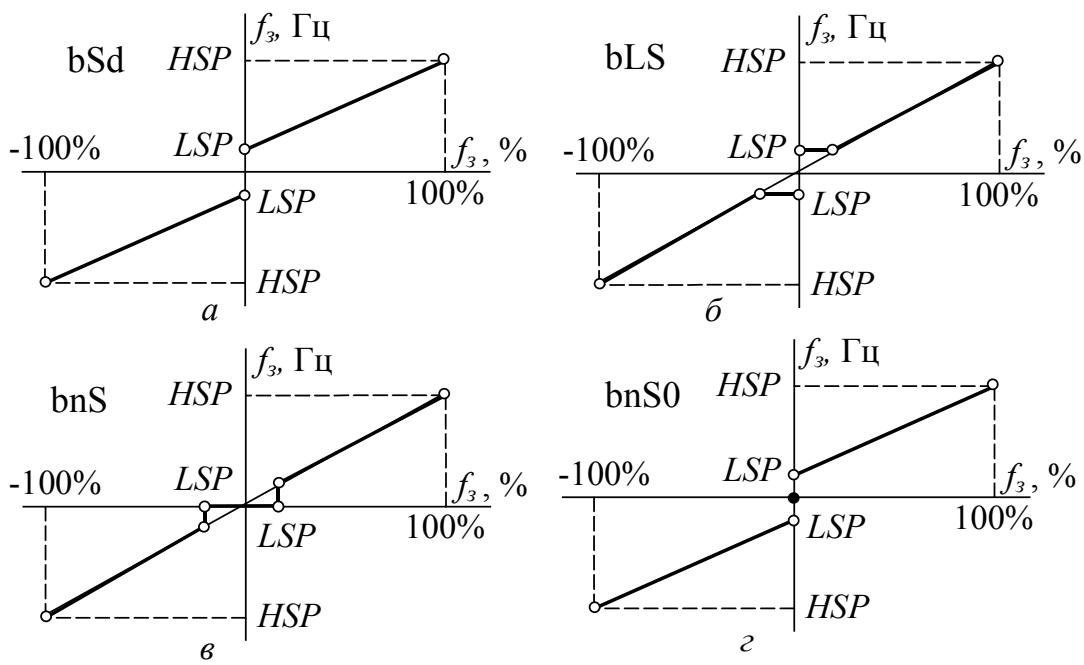

Рис. 7.5 Виды реакции ПЧ на задание
- bSd, [Standard], [Стандартная] – нулевому заданию на частоту соответствует выходная частота LSP, а увеличение задания приводит к линейному росту частоты (рис. 7.5а);
- bLS, [Pedestal], [Ограничение] – нулевому заданию также соответствует частота LSP, однако в дальнейшем частота изменяется в соответствии с рис. 7.5б;
- bnS, [Deadband], [Зона нечувствительности] – при малых заданиях выходная частота равна нулю (рис. 7.5в);
- bnS0, [Deadband 0], [Зона нечувствительности 0] – то же, что bSd, но при нулевом задании выходная частота равна нулю (рис. 7.5г).